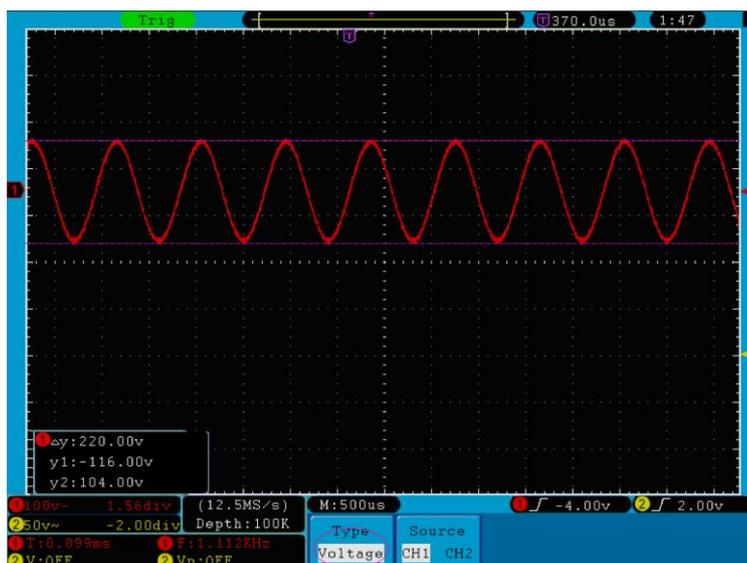

FIG. 72 Forma de Onda de Medição de tensão Cursor
4. De acordo com a forma de onda de medição, ajustar as posições dos Cursor1 e Cursor2 girando o botão de **VERTICAL POSITION** do CH1 e CH2. Uma janela de incremento aparecerá na parte inferior esquerda da forma de onda e mostrará o valor absoluto do **DValue** do cursor 1 e cursor 2 e a posição atual dos dois cursores. (Ver Fig. 72).